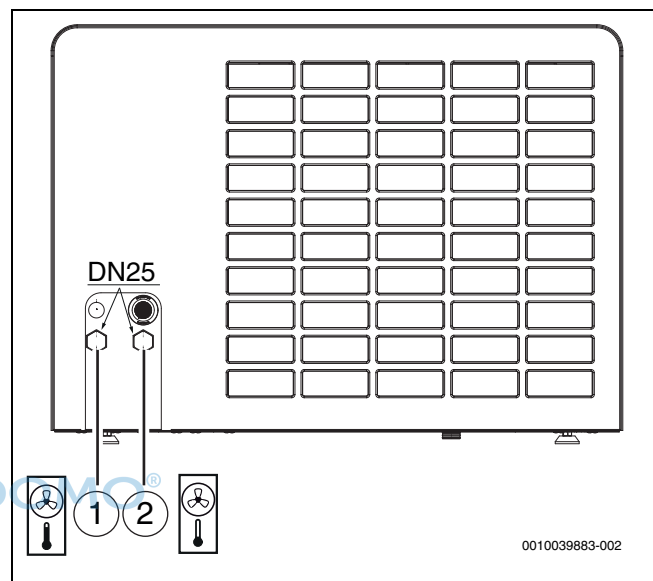

Bild 26 Anschlüsse der Wärmeträgerrohre; Beschreibung gilt für alle Größen
- ▶ Vorlaufleitung zur Inneneinheit an den Wärmeträgerausgang anschließen (→ [1], Abbildung 26).
- ▶ Rücklaufleitung von der Inneneinheit an den Wärmeträgereingang anschließen (→ [2], Abbildung 26).